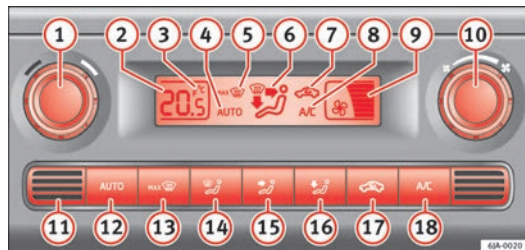

Abb. 100 Climatronic: Bedienelemente
-  **18** ⇒ Abb. 100 ⇒ Seite 140 eingeschaltet.
- Drücken Sie die Taste  **12** ⇒ Abb. 100 ⇒ Seite 140.
Drücken Sie gleichzeitig die Tasten  und  ⇒ Abb. 100 ⇒ Seite 140. Auf dem Display erscheinen die Daten in der gewünschten Einheit.
⇒ Abb. 100 ⇒ Seite 140. Überleben oder überdecken Sie den Sensor nicht, da sonst die Climatronic ungünstig beeinflusst werden könnte. ■
- Stellen Sie die Luftaustrittsdüsen ③ ⇒ Seite 133 und ④ so ein, dass der Luftstrom leicht nach oben gerichtet ist.
- Drücken Sie die Taste **AUTO** ⑫ ⇒ Abb. 100. Auf dem Display erscheint **AUTO**.
- Nach dem Einschalten der Zündung können Sie mit dem Drehregler  ⇒ Abb. 100 ⇒ Seite 140 die gewünschte Innentemperatur einstellen.
- Drücken Sie die Taste   ⇒ Abb. 100 ⇒ Seite 140. Das Symbol  erscheint auf dem Display.
- Drehen Sie erneut den Regler  ⇒ Abb. 100 ⇒ Seite 140 nach links (Gebläsedrehzahl verringern) bzw. nach rechts (Gebläsedrehzahl erhöhen).
- Drücken Sie die Taste  ⇒ Abb. 100 ⇒ Seite 140.
- Drücken Sie mehrmals die Taste  ⇒ Abb. 100 ⇒ Seite 140, oder drücken Sie die Taste .